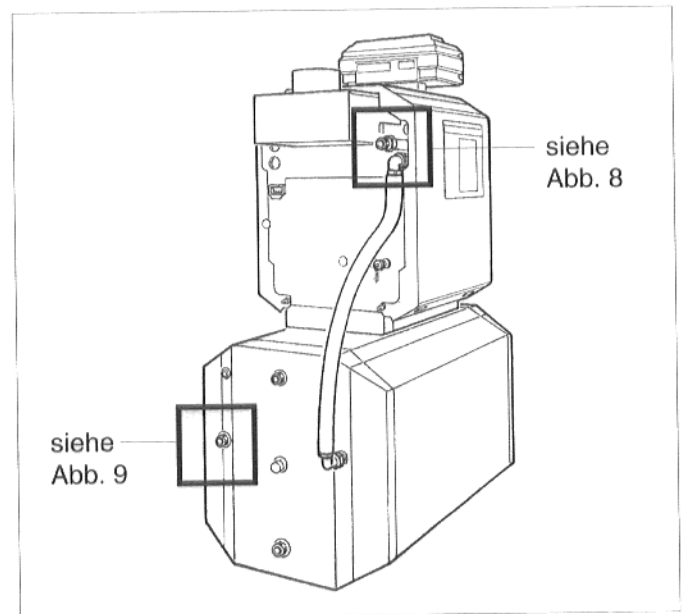

Abb. 7: Rückansicht, Rücklaufverbindung montiert
- Bei der Montage des Metallwellschlauchs für den Rücklauf unbedingt die 200 mm Mindestabstand unterhalb der Strömungssicherung beachten (Abb. 7)!
- Flachdichtung in die Überwurfmutter des zweiten Metallwellschlauchs einlegen, Metallwellschlauch vorformen und am Anschlußrohr für den Speichervorlauf am Kessel festschrauben (Abb. 7 und 8).
- Flachdichtung in die Überwurfmutter des Rückschlagventils einlegen und Rückschlagventil am Speichervorlauf anschrauben (Abb. 7 und 9).
- Flachdichtung für die Pumpe ($\varnothing 44 \times 28 \times 2$) in die obere Überwurfmutter des Rückschlagventils einlegen und Speicherladepumpe mit der Fließrichtung nach unten am Rückschlagventil festschrauben (Abb. 7 und 9).
- Die zweite Flachdichtung für die Pumpe ($\varnothing 44 \times 28 \times 2$) in das Reduzierstück einlegen und Reduzierstück am Saugstutzen der Speicherladepumpe festschrauben (Abb. 7 und 9).
- Flachdichtung in die Überwurfmutter des Winkels einlegen und Winkel am Reduzierstück anschrauben (Abb. 7 und 9).
- Flachdichtung in die zweite Überwurfmutter des Metallwellschlauchs einlegen und Metallwellschlauch am Winkel anschrauben (Abb. 7 und 9).